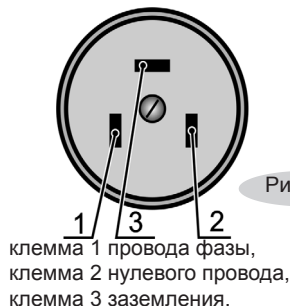

Рис. 20
- Для плит 5112 (0112, 0137), 6112-02 (0112, 0137) подключение должно быть выполнено по схеме (рис. 20).